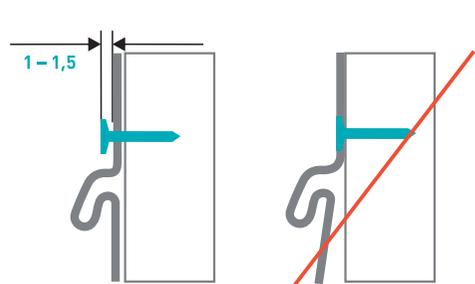

РИСУНОК 14
- Не крепите сайдинг слишком плотно к обрешетке! Не зажимайте саморезы до конца! Оставьте зазор приблизительно 1 – 1,5 мм (рисунок 14) между шляпкой самореза и виниловой панелью. Это необходимо для свободного расширения-сжатия и предотвращения коробления обшивки.